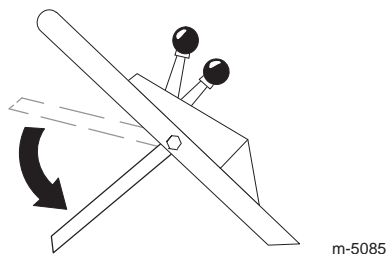

Bild 11
8. Bewegen Sie die Steuerstange in ihre niedrigste Stellung (Bild 11).
3. Schieben Sie die Steuerstange (Bild 11) in ihre niedrigste Stellung.